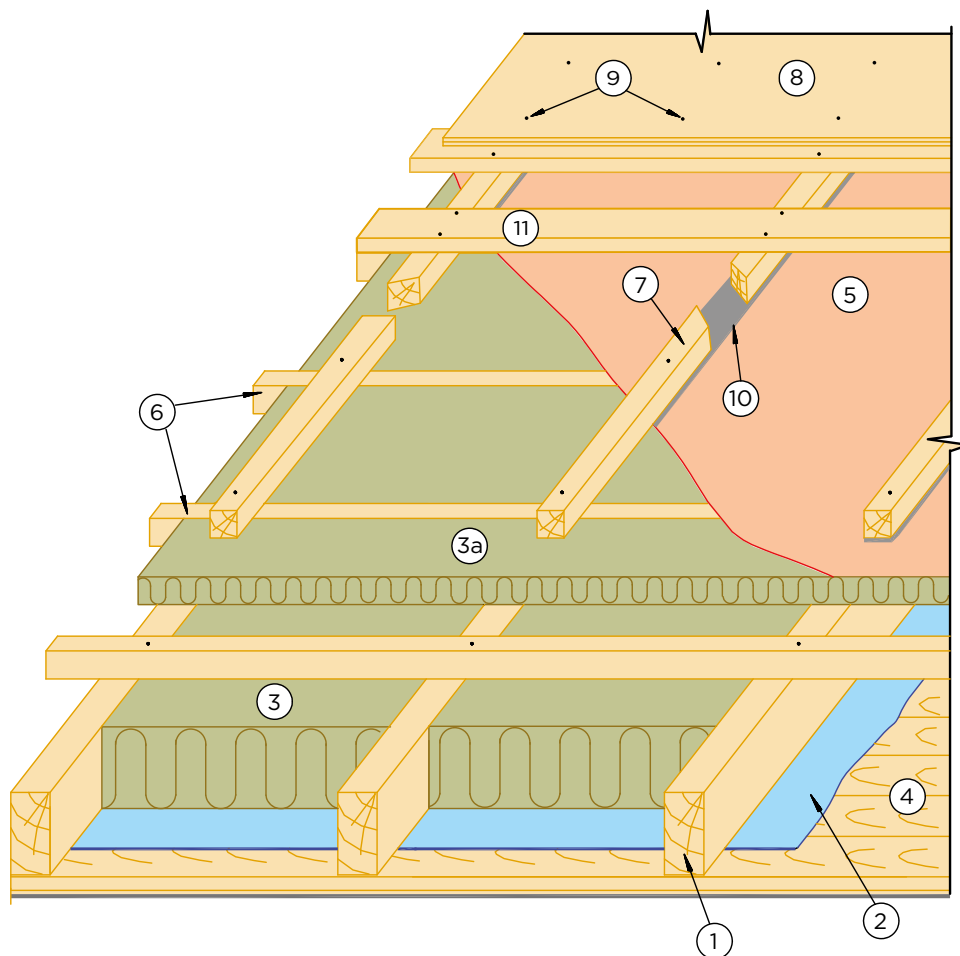

Рис. 2.3.1. Традиционная крыша мансарды
- с внутренней стороны утеплителя укладывают пароизоляционную мембрану Алюбар (рис. 2.3.1, 2.3.2). **Пароизоляционный слой** предназначен для того, чтобы не допустить или ограничить проникновение водяных паров из помещения в толщу «кровельного пирога» и защитить от увлажнения теплоизоляционный слой, так как даже незначительное увлажнение утеплителя резко снижает его теплоизоляционные свойства. В рабочих чертежах всегда предусматривается определенная конструкция пароизоляционного слоя, которую нельзя упрощать, так как это неизбежно приведет к проникновению водяных паров в толщу «кровельного пирога», влагонакоплению в нем и значительному ухудшению эксплуатационных свойств;